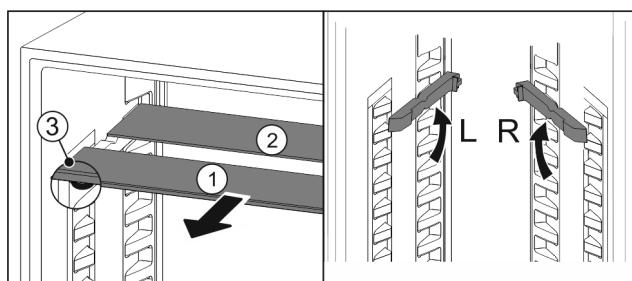

Fig. 37
- ▶ По одной извлеките Fig. 37 (1) стеклянные панели движением вперед.
- ▷ Стеклянная панель Fig. 37 (1) с декоративной планкой лежит спереди.
- ▶ Стопоры Fig. 37 (3) показывают вниз.